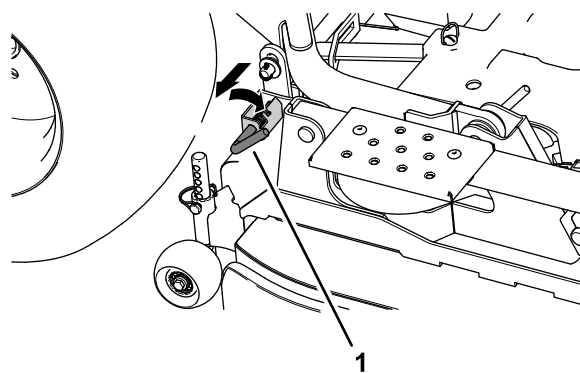

図 113
3. 刈り込みデッキの両側にある後リンクピンを解除引いて回すし、デッキを降下させる 図 113。
13. 後リンクピンを回して刈り込みデッキの後昇降リンクを接続する 図 113 刈り込みデッキの取り外し \(ページ 71\)を参照。